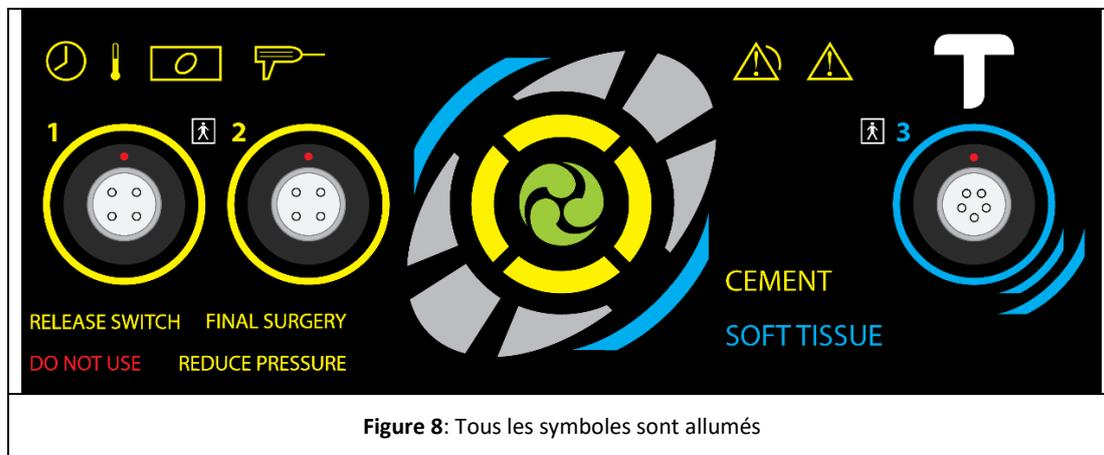

Figure 8: Tous les symboles sont allumés
- Le générateur s'allume alors avec un indicateur sonore de tonalités, effectue un bref test d'illumination de l'écran complet comme indiqué dans la Figure 8.